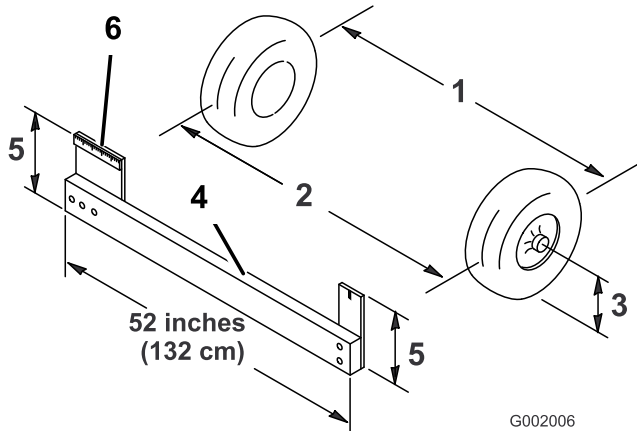

Figura 60
4. Mida la distancia entre los neumáticos delanteros a la altura del eje, en la parte delantera y trasera de las ruedas (Figura 60). Es necesario utilizar una plantilla para medir la distancia entre la parte trasera de las ruedas delanteras a la altura del eje. Utilice la misma
plantilla para medir con precisión la parte delantera de las ruedas delanteras a la altura del eje (Figura 60).